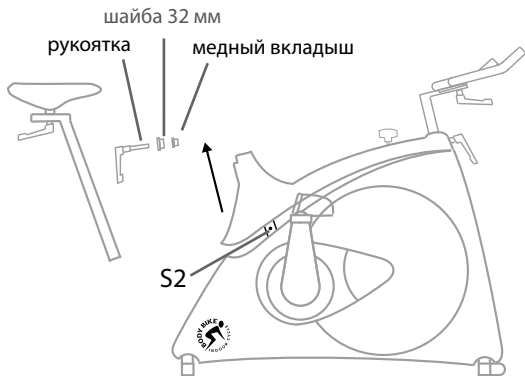

Рис. 17
4. Аккуратно поднимите верхний кожух (см. рис. 17). Отрегулируйте правосторонний боковой винт с маркировкой S2 при помощи шестигранника 3 мм. Теперь опорная стойка может свободно передвигаться.